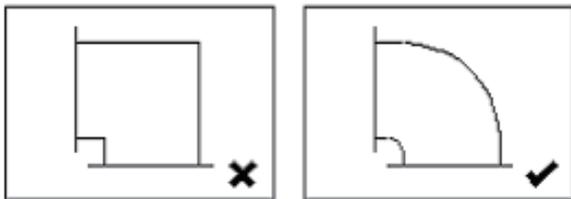
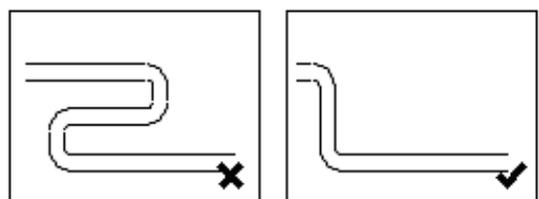

图 1 弯头形式图
图 2 风管布置形式
4.1 管道应尽量少用弯头。弯头的弯曲部分应设计成圆弧, 避免  $90^\circ$  直角弯曲。如图 1、图 2 所示。